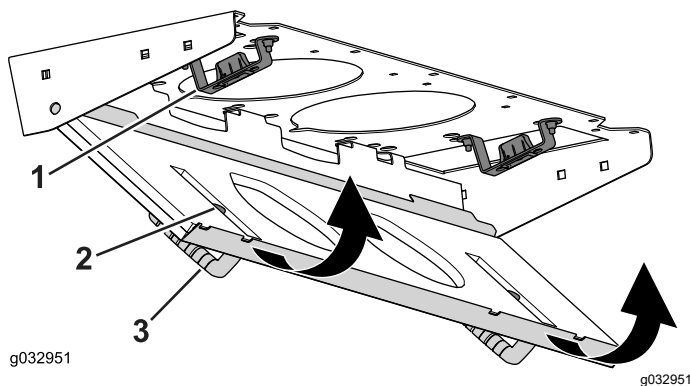

Figura 95
4. Rode o painel de filtro em volta das patilhas até que a lingueta entre no conjunto de montagem do trinco (Figura 95).